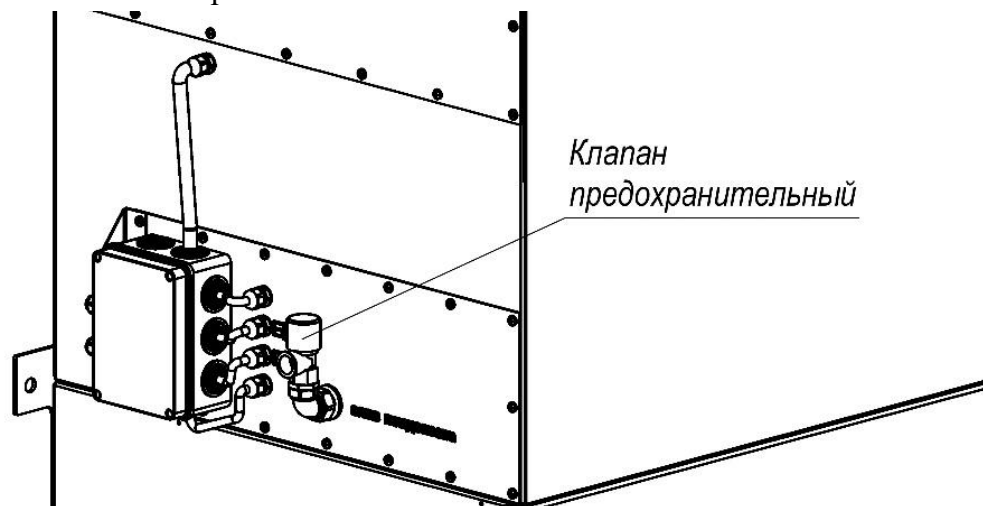

Рисунок 10
- 3) извлечь картридж (рисунок 10б);
- 4) открутить на нижней крышке картриджа гайку М8 и снять её вместе с шайбами, извлечь обтекатель (рисунок 10 в, г);
- 7) перевести рычаги в положение «закрыто» (рисунок 10д). Для этого необходимо рычаги повернуть в горизонтальное положение, выступы завести в пазы;